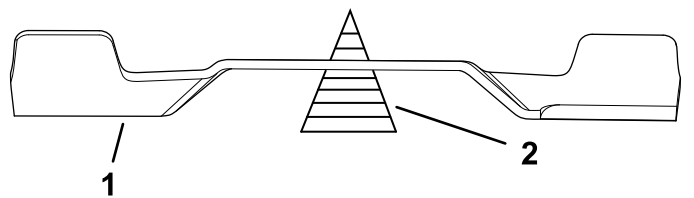

Bild 107
- Prüfen Sie die Auswuchtung des Schnittmessers auf einer Ausgleichsmaschine (Bild 107).